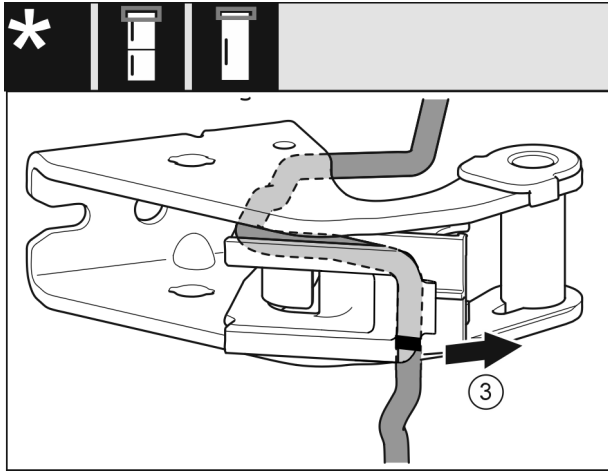

Fig. 27
- ▶ 从轴承座上拆下电缆及电缆支架。 Fig. 27 (3)